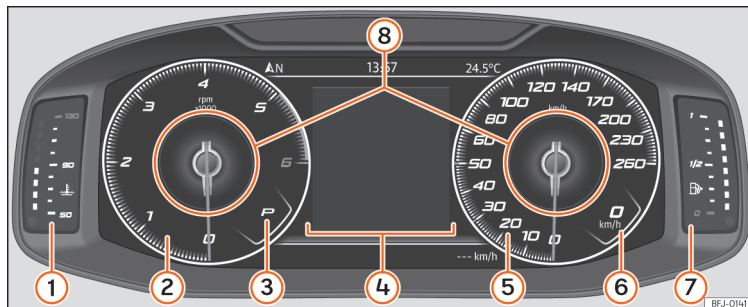

Abb. 69 SEAT Digital Cockpit in der Schalttafel (klassische Ansicht).
Die in der *Klassischen Ansicht* und in der Ansicht *Halbkreisförmige Instrumente* angezeigten Informationen können in den **Informationsprofilen** » **Abb. 69** ⑧ personalisiert werden.
Die Zeiger der Umdrehungen pro Minute und der Geschwindigkeitsmesser werden über die gesamte Länge angezeigt »» Abb. 69.